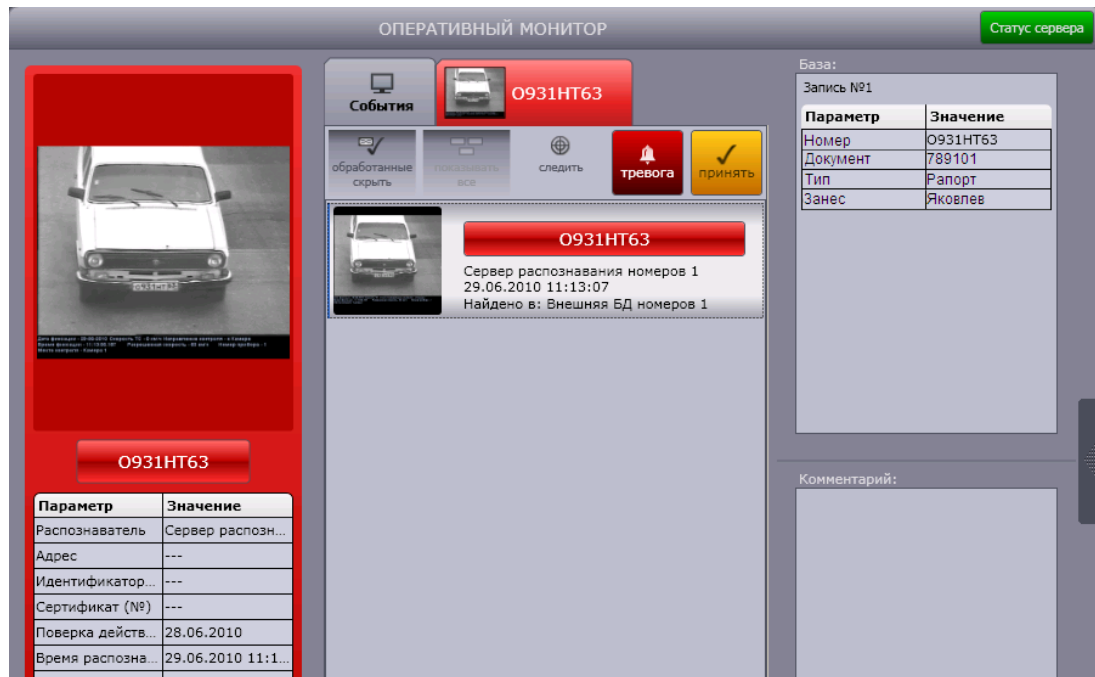

Рис. 7.5—14. Пример результата поиска по методу «SQL-запрос»
- Для сохранения внесенных изменений и закрытия диалогового окна «Настройка SQL-запроса» нажать «ОК» (см. Рис. 7.5—13).
- Нажать кнопку «Применить» (см. Рис. 7.5—12, 5).